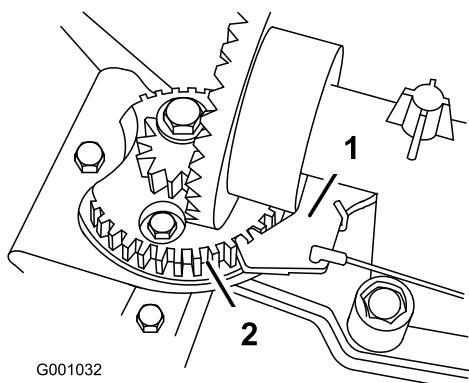

Figure 48
3. Saisissez la gaine du câble et déplacez-la vers l'avant de la machine jusqu'à ce que le cliquet de verrouillage de l'éjecteur s'engage complètement dans les dents du secteur (Figure 47 et Figure 48).
**Remarque:** Le cliquet est rappelé par ressort et s'engage naturellement dans les dents du secteur (Figure 48).